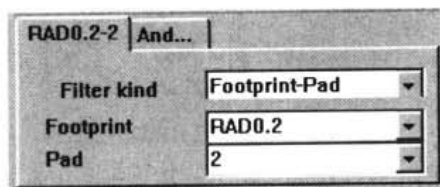

图 10-81 规则范围设置为指定的焊盘引脚
- Footprint-Pad: 指定焊盘的引脚。选择此项后。规则适用范围为指定的某一焊盘上的某一引脚，系统要求输入引脚名称和焊盘名称，如图 10-81 所示。